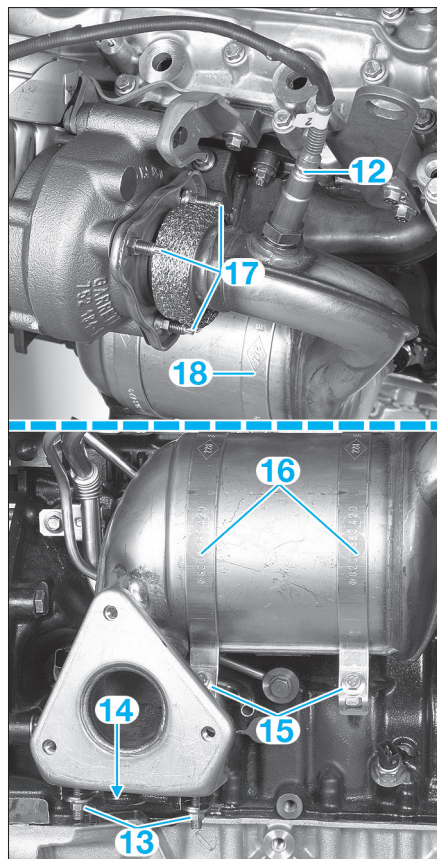
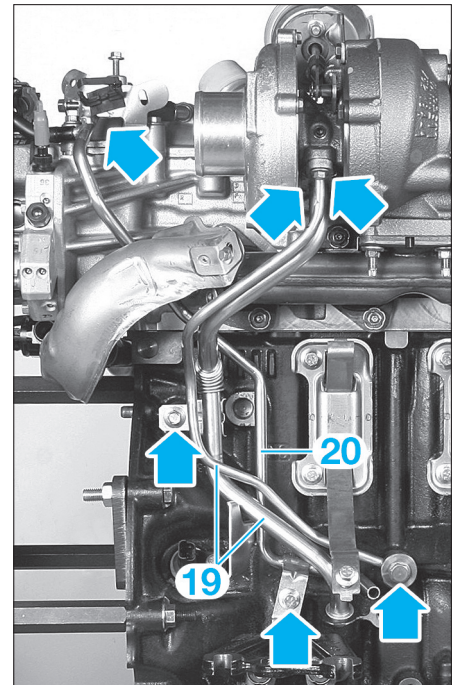
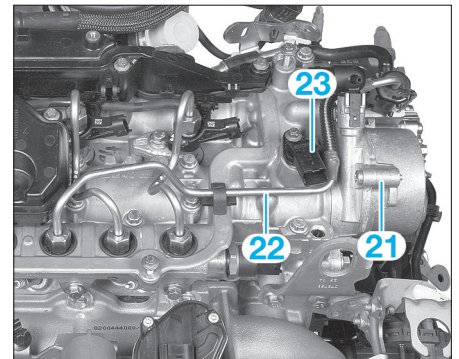

FIG. 59
FIG. 60
FIG. 61
- **Suivant version**, dégrafer le faisceau de la sonde Lambda (12) (fig. 59).
- les écrous (13).
- la vis (14).
- les vis (15), puis les sangles (16).
- les écrous (17).
- le catalyseur (18).
- Déposer l'ensemble de tuyau alimentation-retour d'huile du turbo (19) (fig. 60).
- Déposer le tuyau d'évacuation de combustible (20).
- Déposer (fig. 61) :
- la pompe à vide (21) (3 vis).
- le tuyau haute pression pompe-rampe (22) en desserrant d'abord l'écrou côté rampe puis côté pompe.
- le capteur de position d'arbre à cames (23).
- approcher dans l'ordre et à la main les vis (17) du catalyseur sur le turbocompresseur, les vis (15) des sangles (16), la vis (14) puis les écrous (13). Ensuite, dans le même ordre, les serrer aux couples prescrits (**fig. 59**).